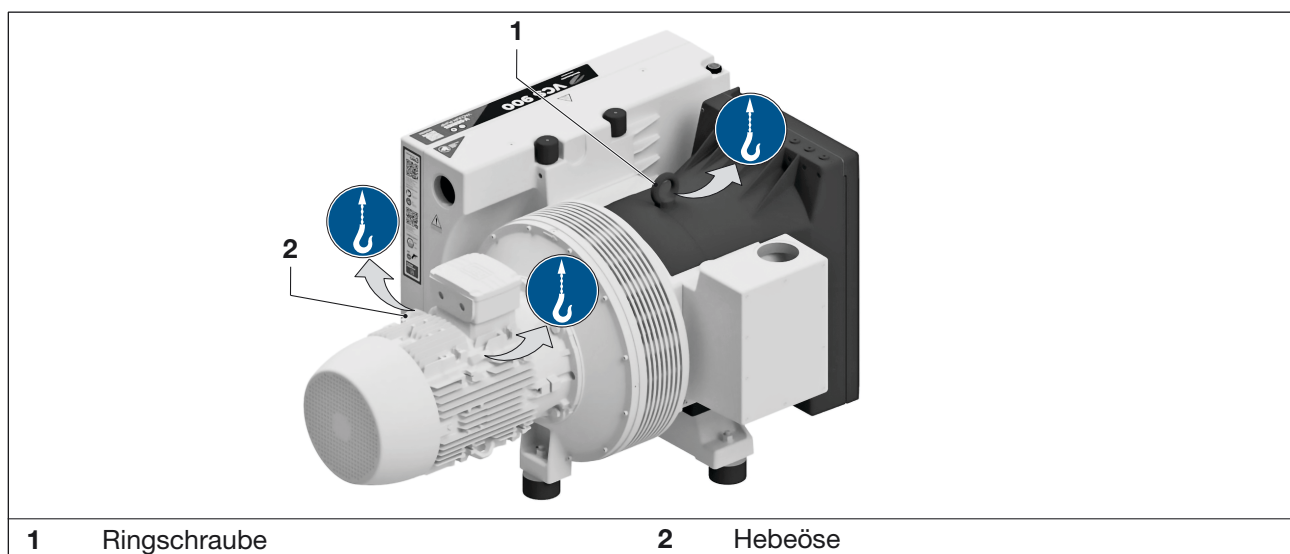

Abb. 1 Lastaufnahmemittel zum Anheben und Transportieren
- b) Die Ringschraube (Abb. 1/1) an der Vakuumpumpe fest anziehen. Wenn der Motor mit einer Ringschraube geliefert wurde, diese ebenfalls fest anziehen.